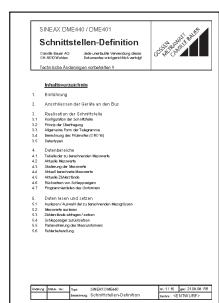

Bild 4
- Schnittstellen-Definition DME 401** (Bild 4): Deutsch, Französisch oder Englisch